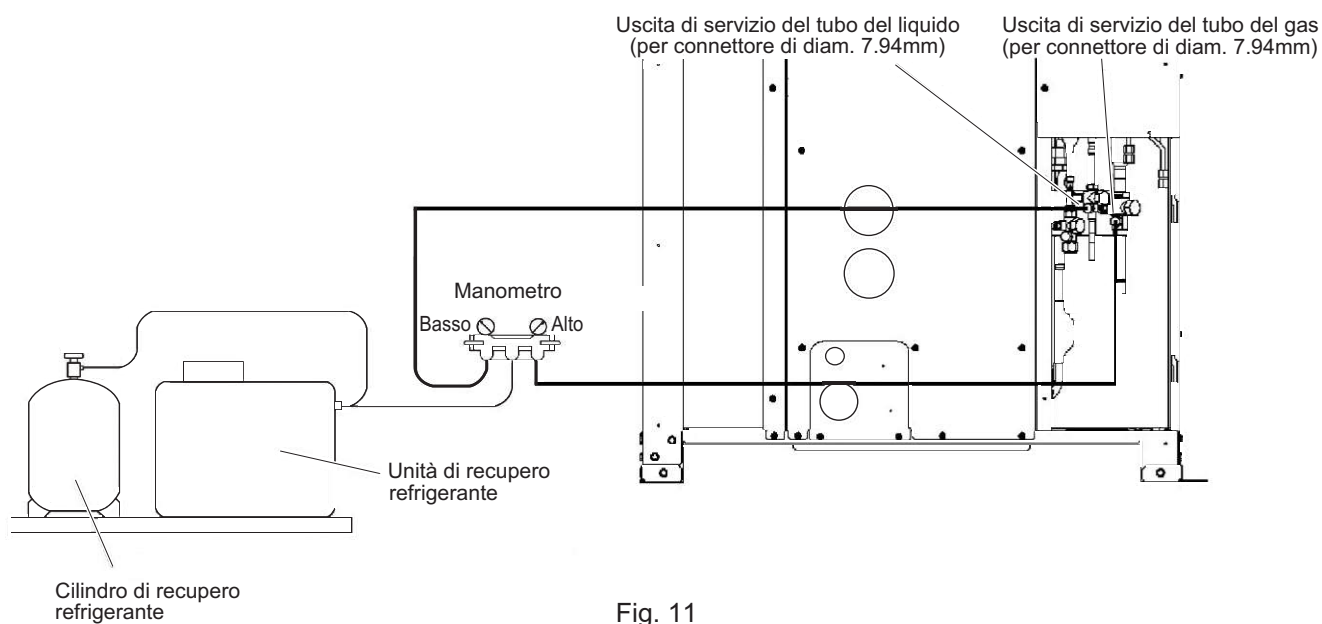

Fig. 11
- (5) Utilizzare i tubi flessibili per connettere il manometro alle porte d'uscita del tubo del gas e del tubo del liquido (con valvole modello Schrader "premere per emettere") di ogni unità esterna. (Fig. 11)